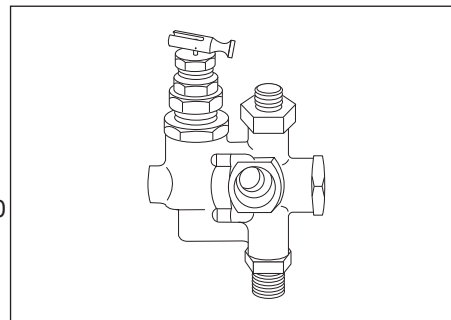

Figure 7 - En position de charge
8. Après approximativement 30 minutes, déplacer le levier du déchargement à la position chargée. Le compresseur pompera de l'air dans le réservoir. Voir la figure 7.
2. Démarrez le compresseur et laissez la pression atteindre la limite adéquate du réducteur (voir la figure 7) établie à 931 kPa. À ce point, le réducteur du compresseur devrait entrer en fonction par la bague du reniflard du réducteur et le moteur devrait ralentir.